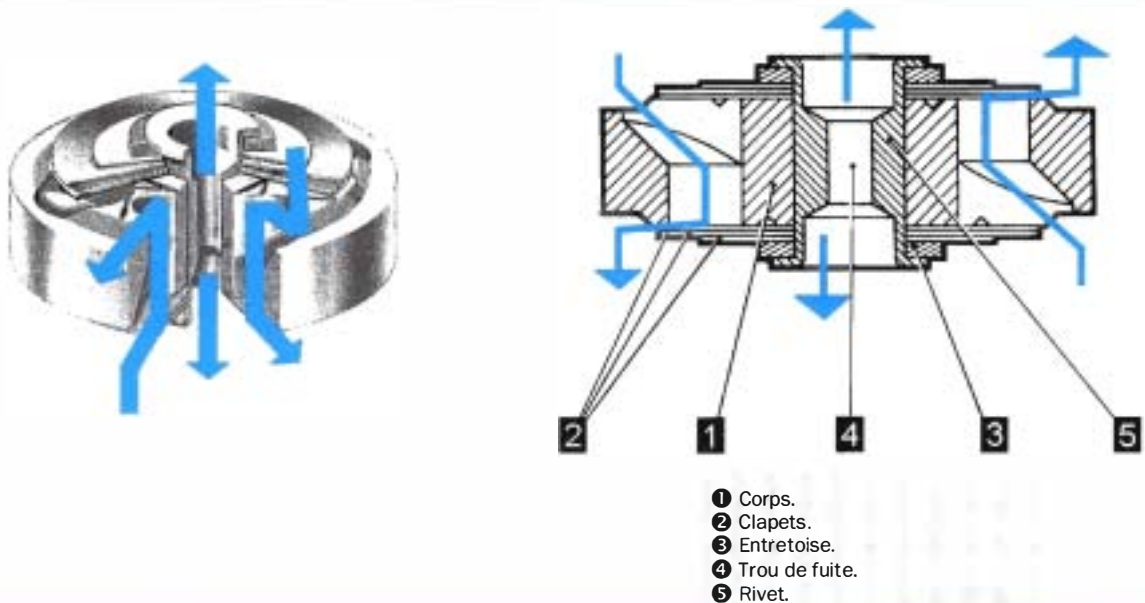

Figure 15.8 • Amortisseur (document Citroën).
2. Fonction amortissement (figure 15.8). Elle est réalisée par une pièce d'acier, percée sur sa périphérie de trous calibrés. Ses deux faces sont partiellement fermées par des clapets tarés. Au centre, un rivet maintient l'ensemble. Il est percé d'un trou de fuite calibré.